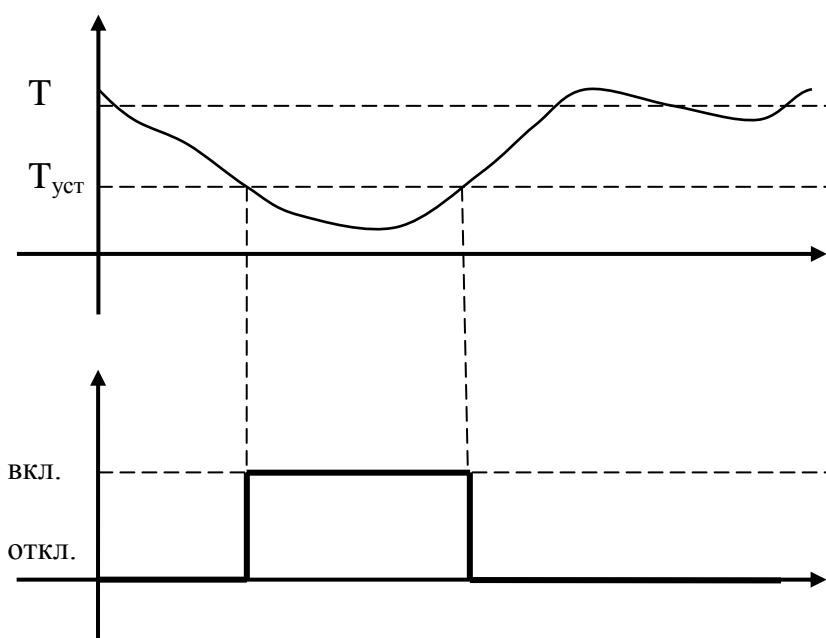

Рисунок 30
Сигнализация срабатывает, если отклонение (dT) от заданной температуры (T) превышает значение аварийной уставки ($T_{уст}$) (рис. 30).